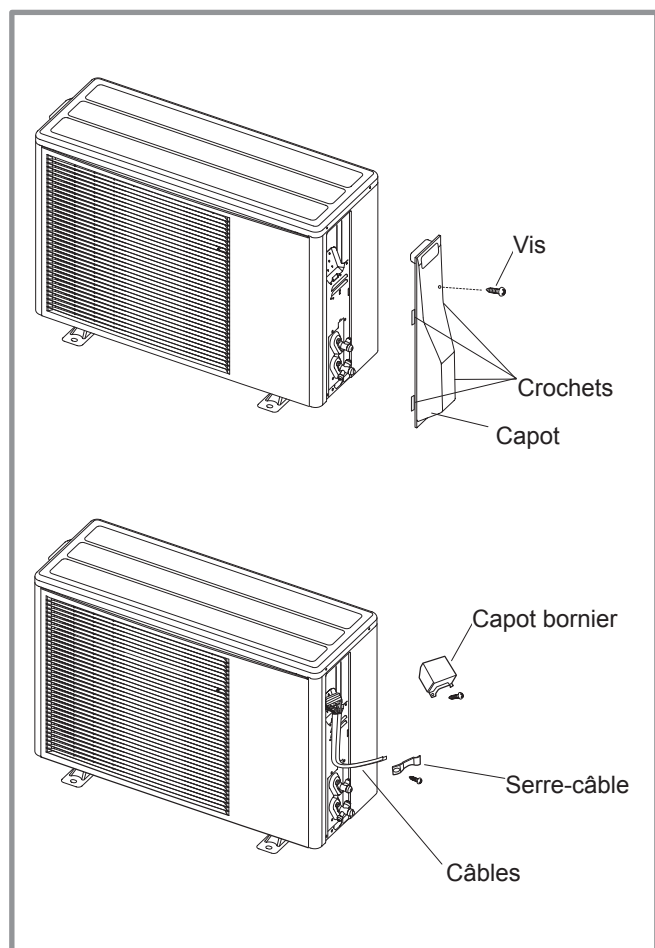

figure 37 - Accès au bornier de l'unité extérieure
- Déposer le capot (figure 37).